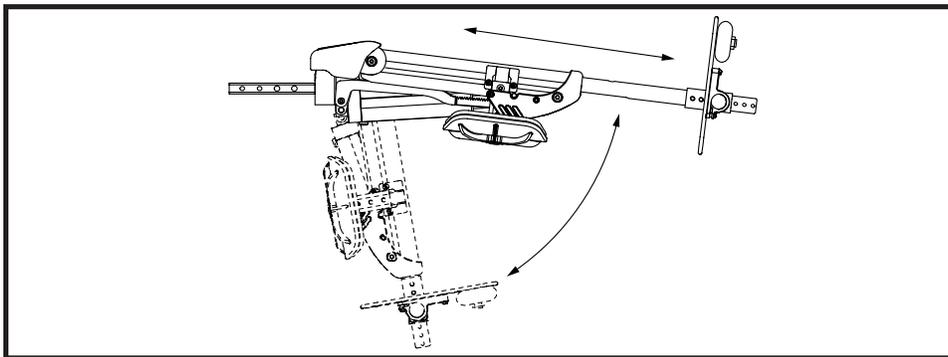
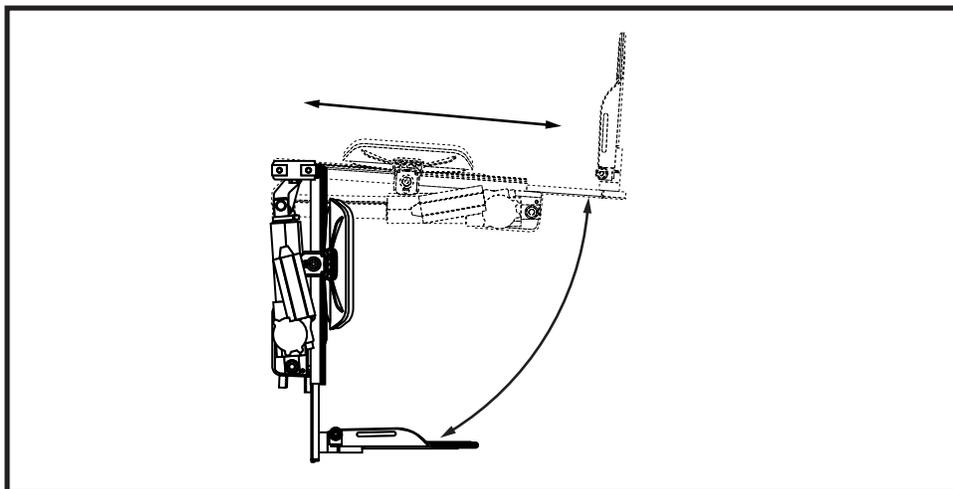
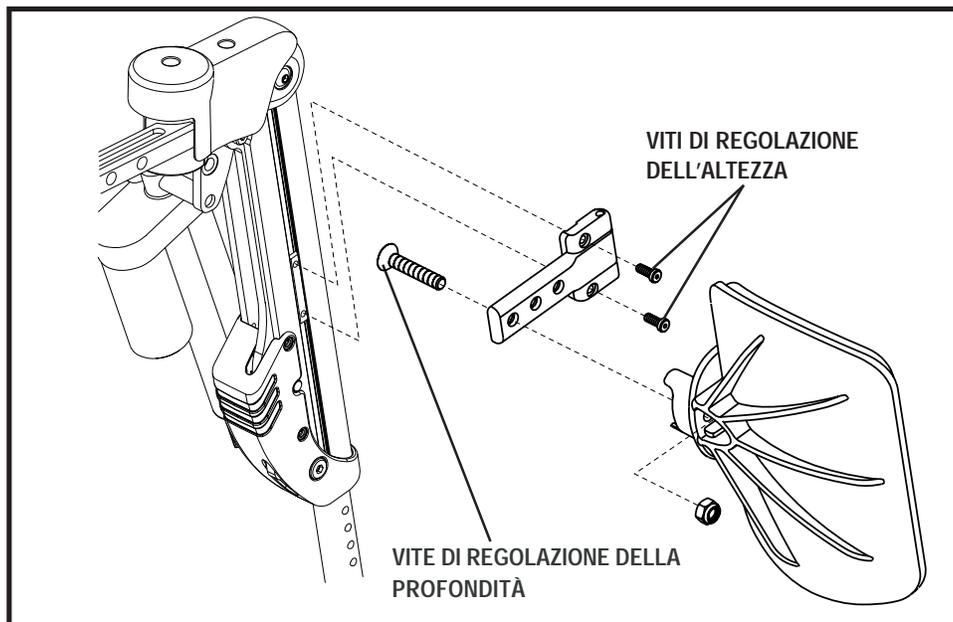

Figura 12. Poggia-gambe articolati elettronici
Figura 14. Pianale poggiapiedi articolato elettrico
Figura 15. Regolazione del cuscinetto per il polpaccio pieghevole (illustrato ALR)
I poggia-gambe articolati elettrici mantengono la corretta distanza tra ginocchio e tallone quando si sollevano le gambe e sono regolabili in coppia o individualmente. Vedere la figura 12. I poggia-gambe articolati elettrici forniscono un movimento a 70° o 80°, dispongono di cuscinetti per il polpaccio pieghevoli standard regolabili in altezza (vedere figura 15), alloggianno tutte i piani ed hanno una capacità di peso massima di 136 kg. Sono disponibili con tutte le basi di alimentazione che supportano elettronica aggiornata fornite con il sistema di seduta Synergy. I poggia-gambe articolati elettrici funzionano mediante la centralina della carrozzina o l'interruttore di commutazione.
Il pianale poggiapiedi articolato elettrico mantiene la corretta distanza tra il ginocchio e il tallone quando si sollevano le gambe dell'utente. Vedere figura 14. Il pianale poggiapiedi articolato elettrico si solleva a 170°, dispone di cuscinetti per il polpaccio con profondità e altezza regolabili (vedere figura 15), ed ha una capacità massima di 136 kg di peso. È disponibile con tutti i sistemi di posizionamento elettrico TRU Balance 2 e con il sistema di seduta Synergy. Il pianale poggiapiedi articolato elettrico funziona mediante la centralina della carrozzina o l'interruttore di commutazione.
1. Rimuovere le viti di regolazione dell'altezza. Vedere figura 15.
1. Rimuovere la vite di regolazione della profondità. Vedere figura 15.